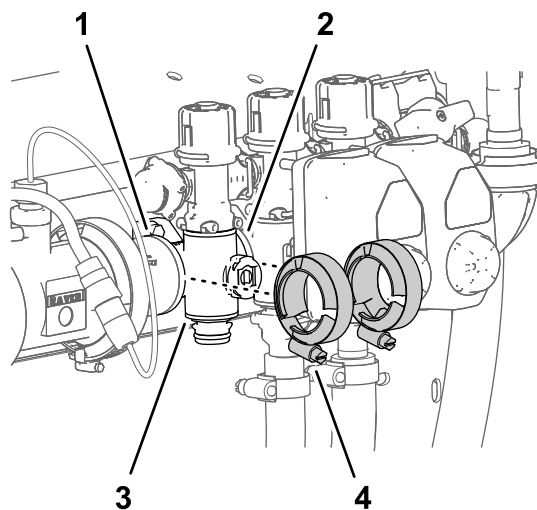

図 109
3. ブームマニホールドバルブを隣りの機器の各フランジに固定しているフランジクランプ2個を外す 図 109。